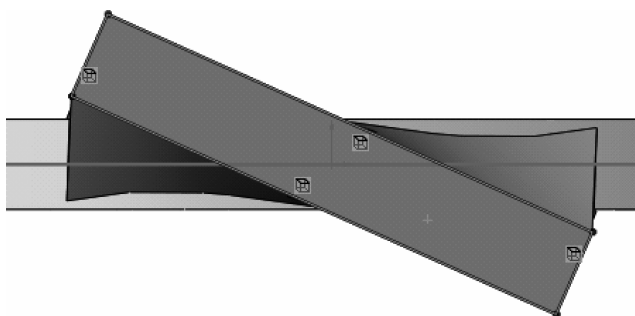

图 12-32 绘制草图并标注尺寸 6
10) 单击草图 8 生成的平面, 使其成为草图绘制平面。单击【标准视图】工具栏中的  (正视于) 按钮, 并单击【草图】工具栏中的  (草图绘制) 按钮, 进入草图绘制状态。使用【草图】工具栏中的  (直线), 绘制如图 12-32 所示的草图。单击  (退出草图) 按钮, 退出草图绘制状态。